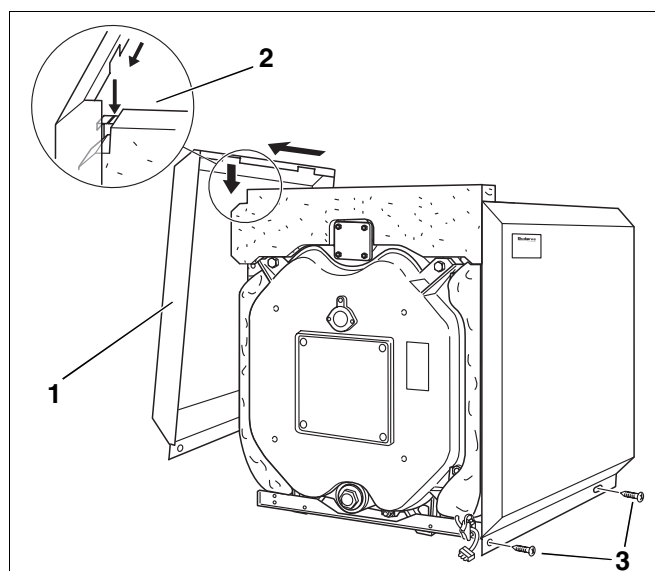

Fig. 35 Montaj – pereți laterali
- Peretele lateral (fig. 35, **poz. 1**) se agață cu decupările în slițurile traversei de sus (fig. 35, **poz. 2**) și se împinge spre față până la refuz (vezi săgețile din fig. 35).
- Pereții laterali se fixează în partea de jos cu câte două șuruburi de tablă de traversa de jos (fig. 35, **poz. 3**).